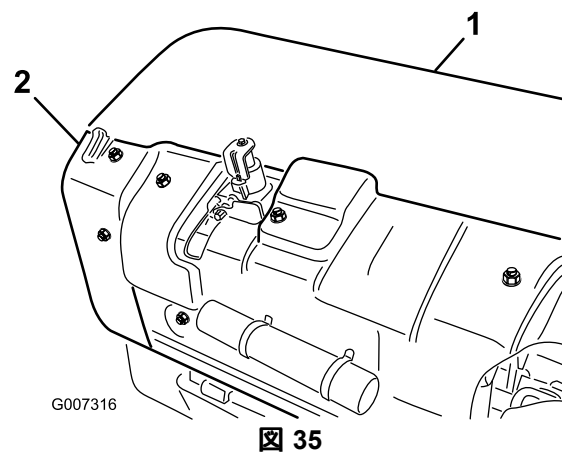

図 35
1. 後コアリングヘッドカバーを外す 図 35。
2. プーリーのシールドを固定しているボルトを外してシールドを外す 図 35。